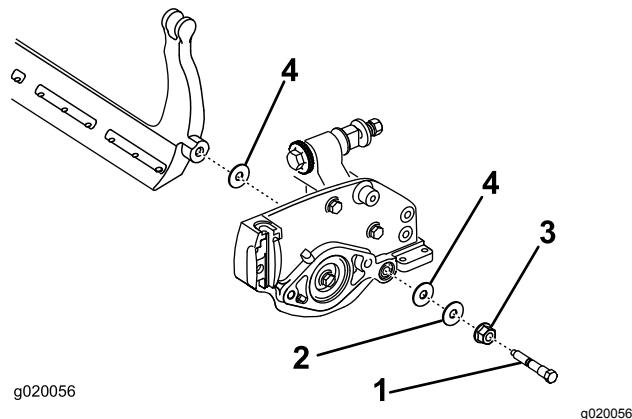

Figura 22
Guarde as duas anilhas de nylon e a anilha de aço de cada uma das extremidades da barra de apoio (Figura 22).
3. Coloque uma anilha de nylon de cada lado da placa lateral. Coloque uma arruela de aço no exterior de cada uma das arruelas de nylon (Figura 22).